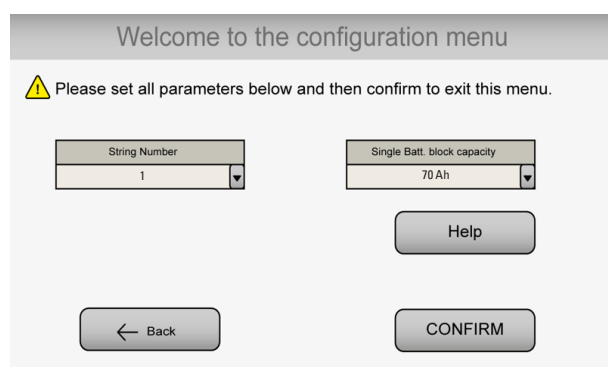
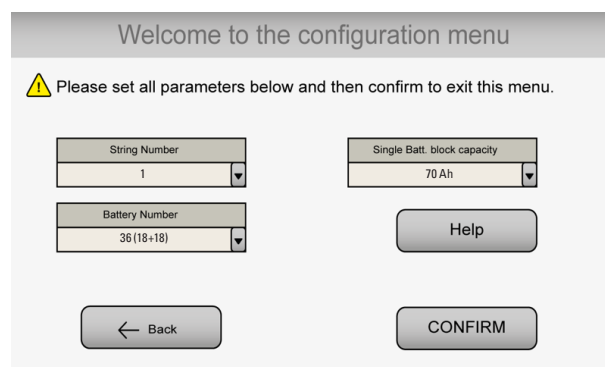

Abb. 2. Zweiter Konfigurationsbildschirm des HV-Gerätestarts.
Abb. 3. Zweiter Konfigurationsbildschirm des LV-Gerätestarts.
Auf dem Batteriekonfigurationsetikett (siehe Abb. 4) ist auch die Anzahl der Batteriestränge (zwischen 1 und 6) angegeben. Geben Sie diesen Wert in dieser Konfigurationsmaske ein (Abb. 2).
- ❑ Als letzte Batteriekonfigurationsdaten müssen wir die Kapazität jedes Batterieblocks eingeben, aus dem die Kette(n) bestehen (zwischen 3,0 Ah und 900,0 Ah). Ermitteln Sie den einzugebenden Wert (in Abb. 2 oder Abb. 3, je nachdem, ob es sich um HV oder LV handelt) gemäß der Beschriftung des Abb. 4).
Die Informationen, die in den Abb. 2 bis 5 bezüglich der „Id.“ und des Ausgangsschalters erscheinen, sind nur für Geräte verfügbar, die für einen parallelen Betrieb konfiguriert sind.